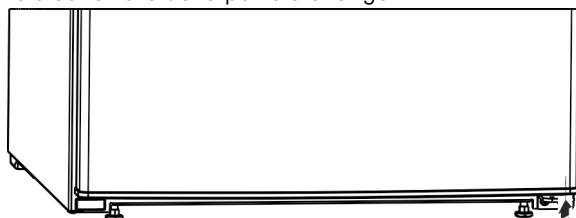

Fig. 27*
- Replacer la butée Fig. 27 (13) en bas à droite sur la porte, car elle joue un rôle important pour la stabilité de l'appareil.*